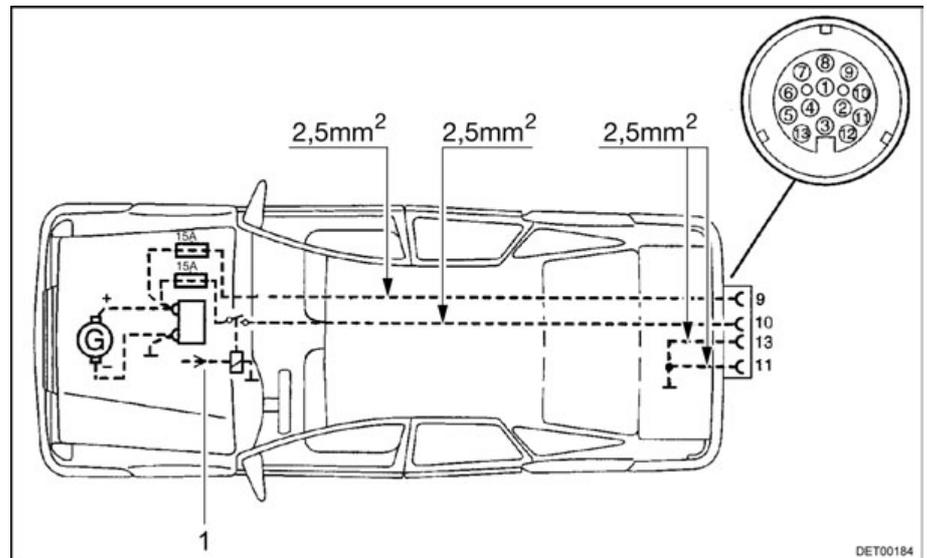

Fig. 113 Installation du véhicule tracteur (Pack Autarcie)
- ▷ Equiper le véhicule tracteur avec les sections de câbles appropriées et avec un relais pour l'alimentation en courant (commande par l'allumage) (voir Fig. 113).